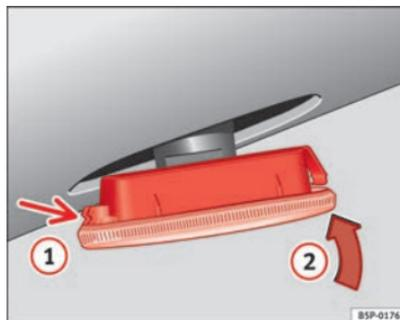

Fig. 173 Intermitentes laterales
- Coloque el intermitente en primer lugar en el orificio de la carrocería, encajando las pestañas **(1)** ⇒ fig. 173, y a continuación encaje la lámpara como indica la flecha **(2)** ⇒ fig. 173.